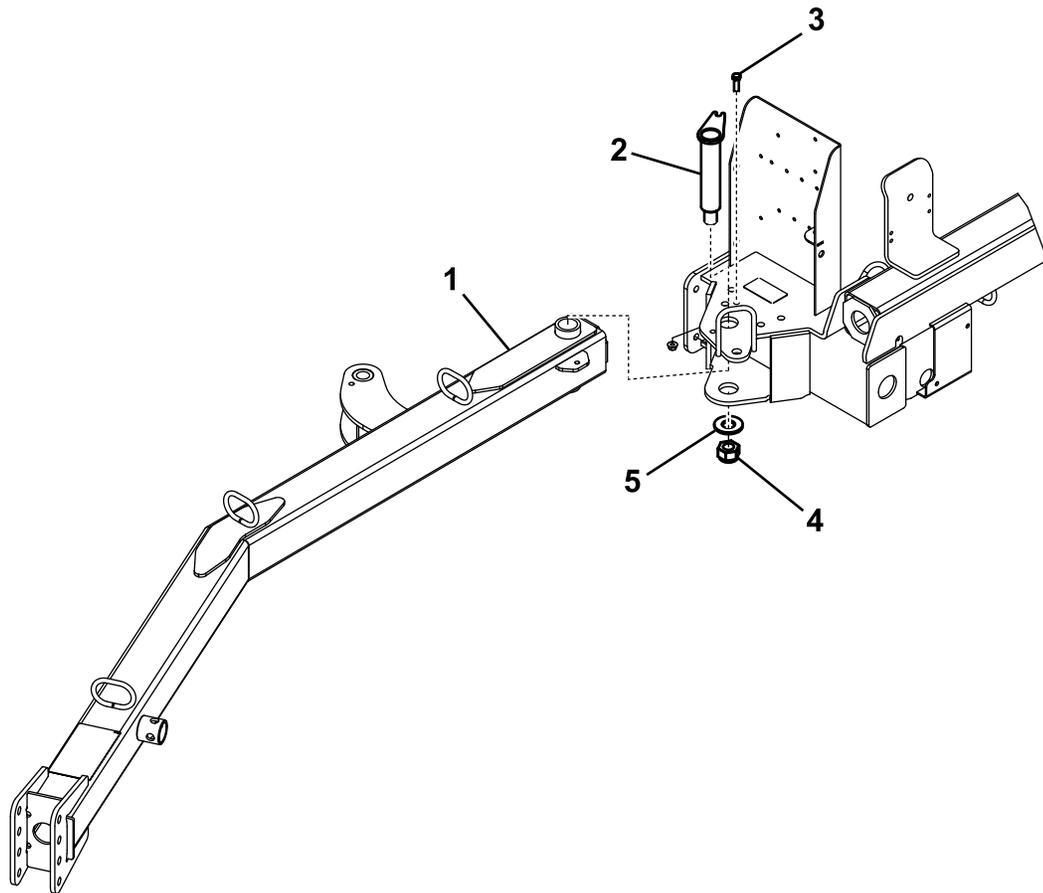

図 3
1. ヒッチトングの後端部をマシンの取り付けプレートの中に入れ、取り付け穴を整列させる図 3。
2. 取り付けプレートとヒッチトングにヒッチピンを通す図 3。
3. 図 3のように、ヒッチピンの上部を取り付けプレートに固定するボルト $\frac{3}{8}$  x 1 $\frac{1}{4}$ "とロックナット $\frac{3}{8}$ "を使用する。
4. ヒッチピンの下部を固定する大きいワッシャと大きいナットを使う図 3。